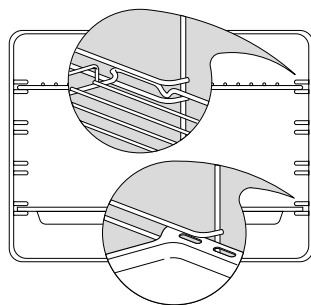

Figure 15 Position correcte des grilles et de la lèche-frite
- Mettez en place les grilles et les plateaux. Si vous n'utilisez pas les supports de grille coulissants, enfillez les grilles et la lèche-frite grill comme le montre la Fig. 15. Posez-les entre les glissières métalliques, en tournant l'encoche d'arrêt de sécurité vers le bas et vers le fond.